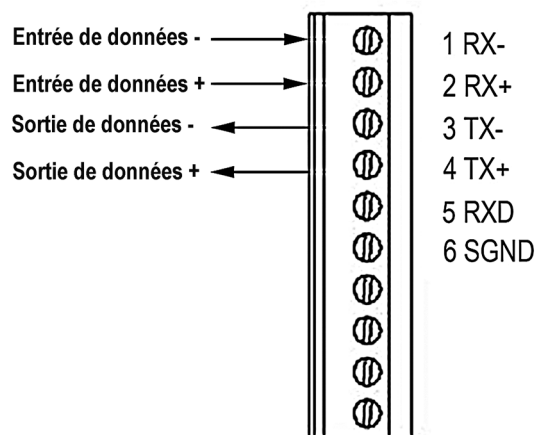

Figure 25 Interfaces de communication
- **Le mode Natif SDI-12** (M=S, C=1) dispose de la consommation la plus basse **0,1 mA**. Remarquez qu'il peut être utilisé avec les borniers RS-232 (PC ou équivalent), se reporter au diagramme de raccordement SDI-12 Figure 25 à la page 55. Dans ce cas, les commandes doivent être au format SDI-12, mais aucun signal particulier de rupture de ligne n'est nécessaire. Le mode SDI-12 sert uniquement en mode interrogation.